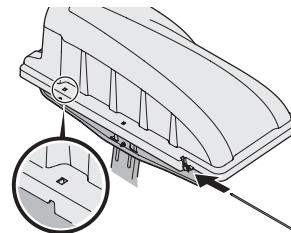
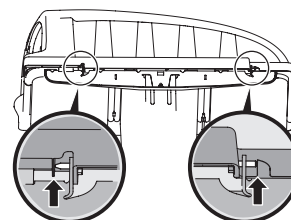

Figura 12
Figura 13
7. Deslice el pasador de bisagra (711-05079) en el orificio ubicado en la lengüeta de montaje, como se indica en la Figura 12. Use la ventana recortada (consulte el recuadro de la Figura 12) para alinear el pasador de bisagra del otro lado y empujelo hasta que llegue al tope. En este punto el pasador calza en su posición y queda asegurado por una lengüeta en la cubierta del embolsador. Consulte la Figura 13.